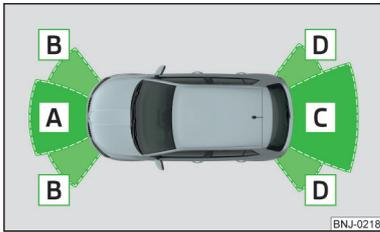

Abb. 128
» Abb. 128.
Im Anhängerbetrieb bzw. bei einem anderen an der Anhängersteckdose angeschlossenen Zubehör sind nur die Bereiche **A** und **B** » Abb. 128 des Systems aktiv.
- Die Displayanzeige kann durch das Betätigen der Symboltaste **P** » Abb. 128 auf Seite 109 abgebrochen werden.